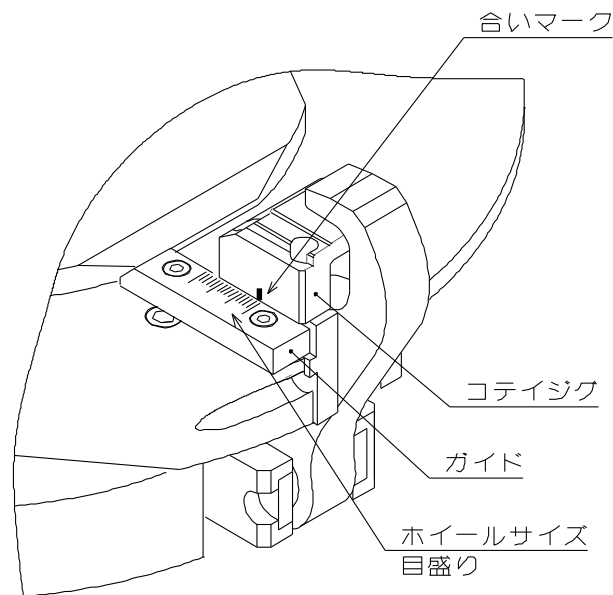

図 6
- ② 付属のレバー位置段取り替え用ハンドルをピンに差込んでセンタギヤを回転させ、目的のホイールサイズ的位置までレバーケースを移動させてください。固定治具の側面の合いマークを、左右のガイドに刻印されているホイールサイズ目盛りに合わせます。この時、コテijingの合いマークが必ずホイールサイズ目盛内にあることを確認してください。(図 6 参照)
- ③ ①項と逆の要領で回り止めラックを押し込みます。この時、回り止めラックにはクリックストップがついていますので、この手応えがあるまで完全に押し込んでください。